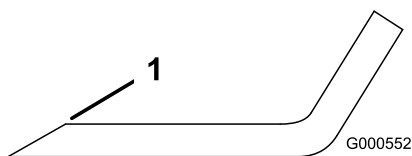

Figura 65
1. Folosii o pilă pentru a ascui marginea de tăiere la ambele capete ale lamei (Figura 65).
Notă: Dacă lama nu este echilibrată, pilii numai din capătul suprafeei velice (Figura 65).